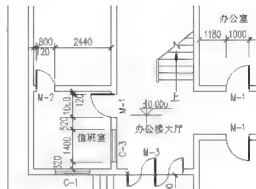

图 3.96 确定“标高”围块的位置
- (3) 在指定插入点或 [基点(B)/比例(S)/旋转(R)/预览比例(PS)/预览旋转(PR)]: 提示下, 在如图 3.96 所示处单击, 将“标高”图块插入到该位置。
- (4) 在输入标高值 <±0.000>: 提示下, 按 Enter 键执行尖括号内的默认值。